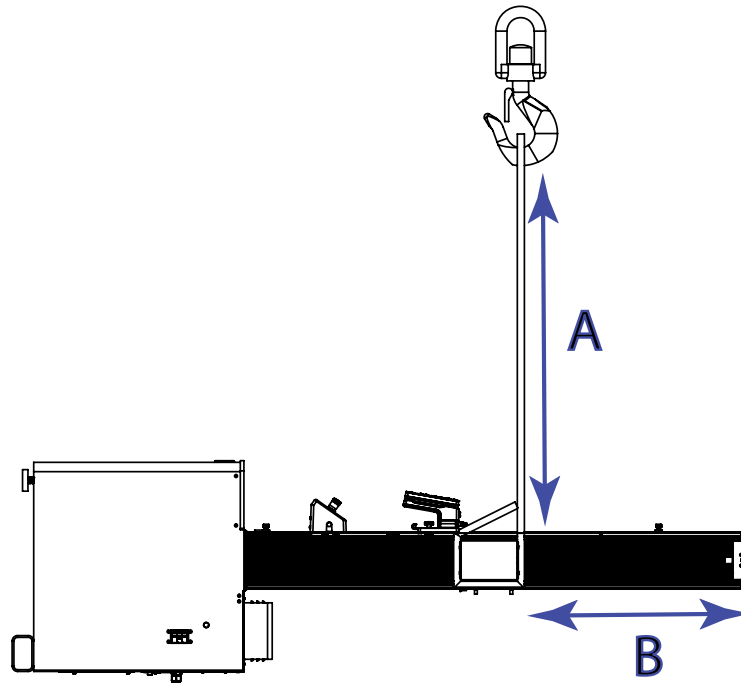

Figura 23. Colocación de las eslingas de elevación
2. Coloque las dos eslingas de elevación en la cruceta y engánchelas al gancho de la grúa como se muestra en la Figura 23 en la página 82. Si utiliza cadenas en lugar de eslingas, envuelva la cruceta y la placa superior con un material protector para evitar arañazos y daños superficiales.
La longitud de la eslinga (A en la Figura 23 en la página 82) debe ser mayor que la distancia necesaria para que haya espacio suficiente para la placa superior (B en la Figura 23 en la página 82). De este modo, se garantiza que el gancho no provoque daños en el bastidor durante la elevación.